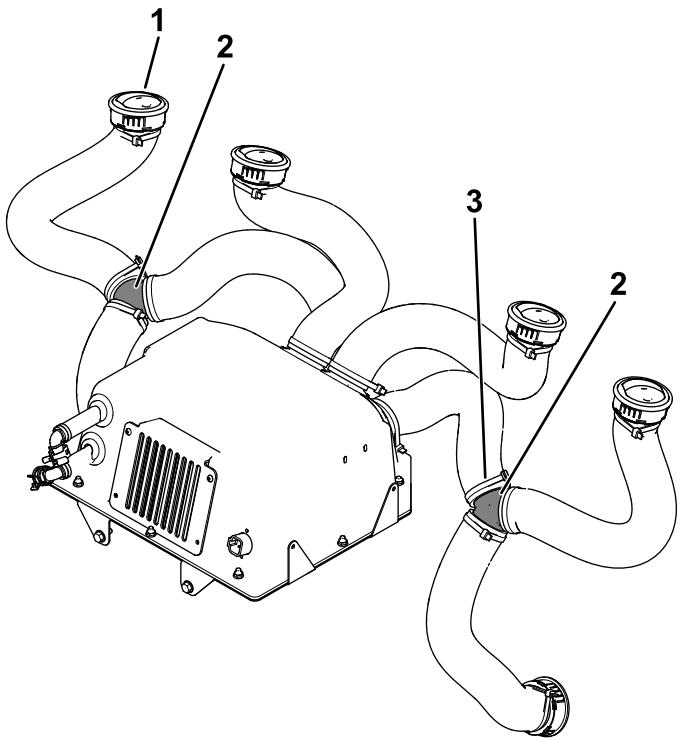
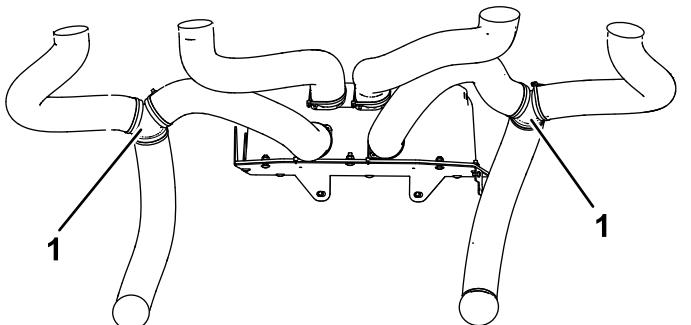

Рисунок 13
Рисунок 14
- Подсоедините 6 вентиляционных шлангов к регулируемым дефлекторам воздуховодов с помощью 6 больших кабельных стяжек (Рисунок 13).
- Проложите шланги и установите 4 регулируемых дефлектора воздуховодов в 4 верхних отверстия (Рисунок 13).
- Проложите шланги и установите 2 регулируемых дефлектора воздуховодов в 2 нижних отверстия (Рисунок 13).
- Подсоедините 2 внешних вентиляционных шланга к 2 нижним шлангам с помощью двух Y-образных переходников и 4 кабельных стяжек (Рисунок 13 и Рисунок 14).
Подсоедините к смонтированным внешним вентиляционным шлангам 2 дополнительных вентиляционных шланга с помощью 2 кабельных стяжек (Рисунок 13 и Рисунок 14).
5. Подсоедините 4 вентиляционных шланга к блоку обогревателя с помощью 4 кабельных стяжек (Рисунок 13 и Рисунок 14).